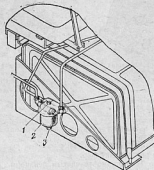

Рис. 129. Фильтр-отстойник:
5. Через одно ТО-I слейте отстой из фильтра-отстойника через отверстие с пробкой 3 (рис. 129).